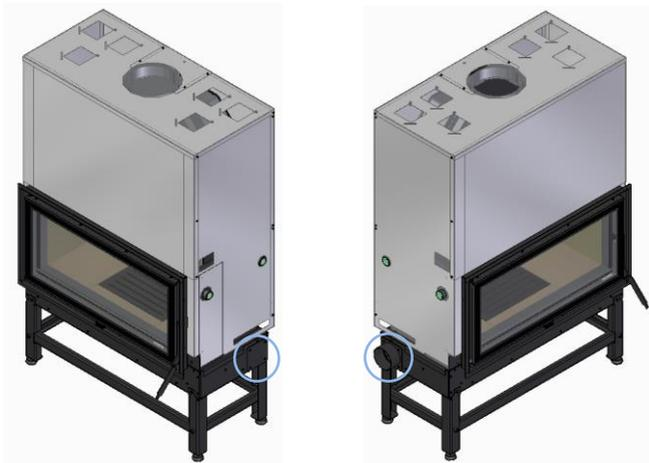

Figura 21
p) Instale el adaptador de admisión de aire en el lado inferior, lo que proporciona un viaje más corto o una caída de presión más baja. En el lado opuesto, la cubierta debe colocarse para evitar que, entre aire no deseado, Figura 21. Para fijar estas dos piezas, hay 8 tornillos, 4 para cada pieza, en la bolsa de accesorios incluida en el equipo;